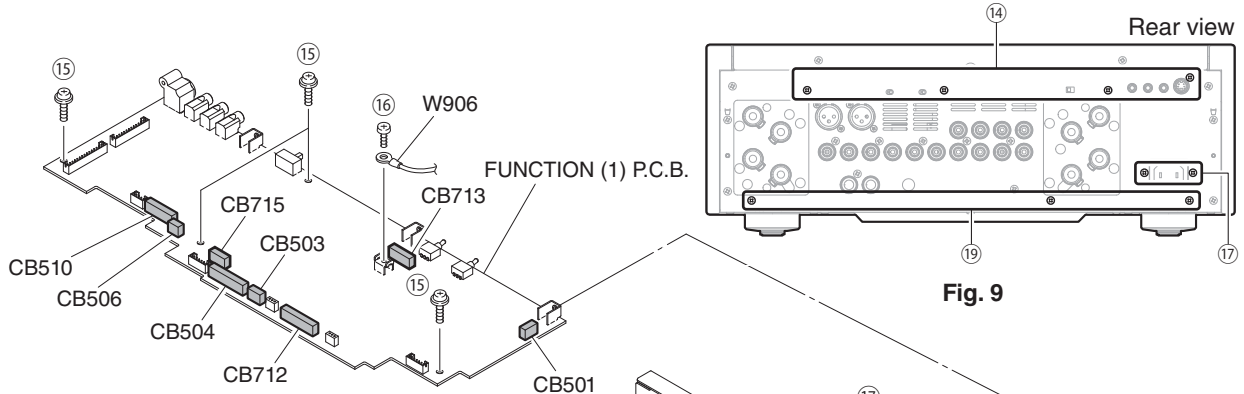
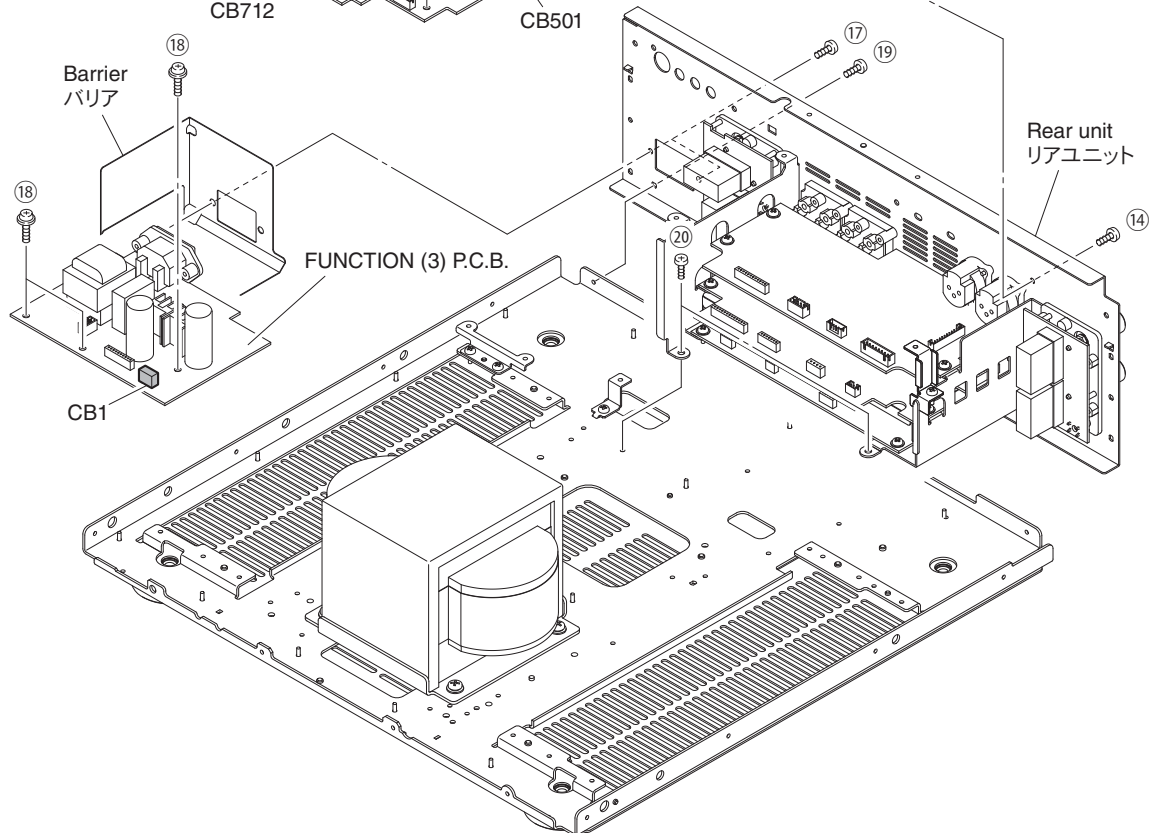

Fig. 9
Fig. 10
7. Removal of FUNCTION (1) P.C.B.
- Remove 4 screws (14). (Fig. 9)
- Remove 4 screws (15). (Fig. 10)
- Remove 1 screw (16) and disconnect 1 cable. (Fig. 10)
- Remove CB501, CB503, CB504, CB506, CB510, CB712, CB713 and CB715. (Fig. 10)
- Remove the FUNCTION (1) P.C.B. (Fig. 10)
8. Removal of FUNCTION (3) P.C.B.
- Remove 2 screws (17) and 3 screws (18). (Fig. 10)
- Remove CB1. (Fig. 10)
- Remove the barrier together with the FUNCTION (3) P.C.B. (Fig. 10)
- Remove 3 screws (19). (Fig. 9)
- Remove 2 screws (20). (Fig. 10)
- Remove the rear unit. (Fig. 10)
7. FUNCTION (1) P.C.B. の外し方
- ⑭のネジ4本を外します。(Fig. 9)
- ⑮のネジ4本を外します。(Fig. 10)
- ⑯のネジ1本を外し、ケーブル1本を外します。(Fig. 10)
- CB501、CB503、CB504、CB506、CB510、CB712、CB713、CB715を外します。(Fig. 10)
- FUNCTION (1) P.C.B.を外します。(Fig. 10)
8. FUNCTION (3) P.C.B. の外し方
- ⑰のネジ2本、⑱のネジ3本を外します。(Fig. 10)
- CB1を外します。(Fig. 10)
- バリアと一緒にFUNCTION (3) P.C.B.を外します。(Fig. 10)
- ⑲のネジ3本を外します。(Fig. 9)
- ⑳のネジ2本を外します。(Fig. 10)
- リアユニットを外します。(Fig. 10)
- Remove the FUNCTION (1) P.C.B. (Fig. 9, 10)
- Remove 3 screws (⑲). (Fig. 9)
- FUNCTION (1) P.C.B. を外します。(Fig. 9、10)